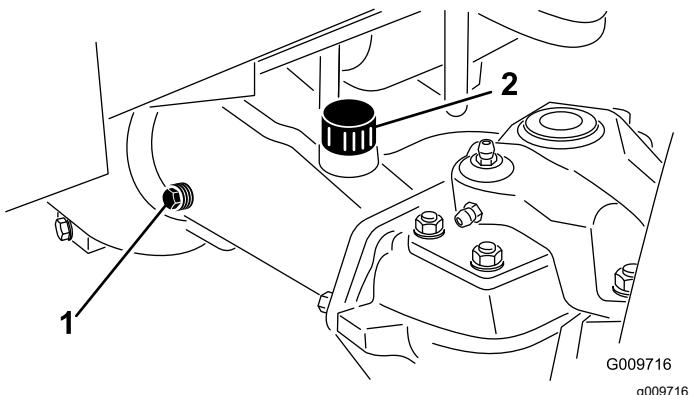

Figura 88
- Togliete il tappo di controllo da un'estremità del ponte (Figura 88) e verificate che il lubrificante raggiunga la base del foro. Se il livello è basso, togliete il tappo di riempimento (Figura 88) e